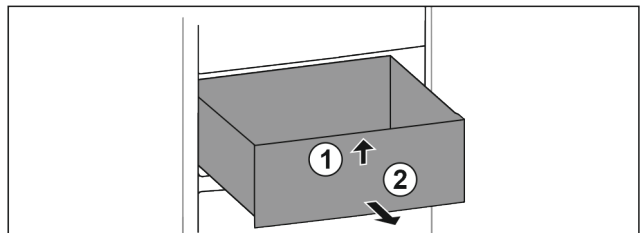

Fig. 166
- ▶ Sollevare il cassetto dal davanti. Fig. 166 (1)
- ▶ Rimuovere il cassetto tirandolo in avanti. Fig. 166 (2)